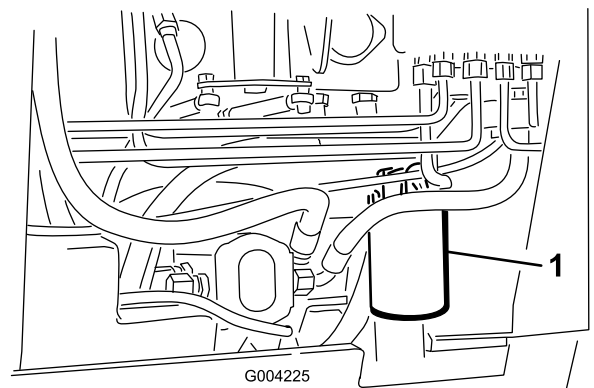

Figure 61
4. Placez un bac de vidange sous le filtre (Figure 61).
5. Enlevez le filtre à huile usagé (Figure 61) et essuyez la surface du joint de l'adaptateur.
7. Montez le filtre de rechange sur l'adaptateur (Figure 61). Tournez le filtre dans le sens horaire jusqu'à ce que le joint rejoigne l'adaptateur, puis serrez-le encore de $\frac{3}{4}$ de tour.